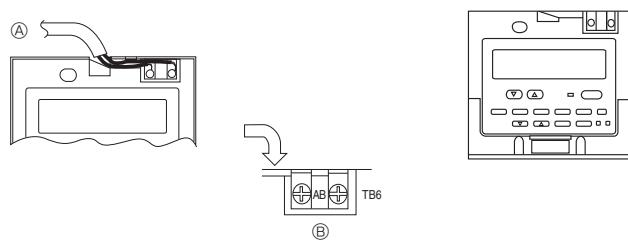

Fig. 7-8
2) Anslutningsprocedur (Fig. 7-8)